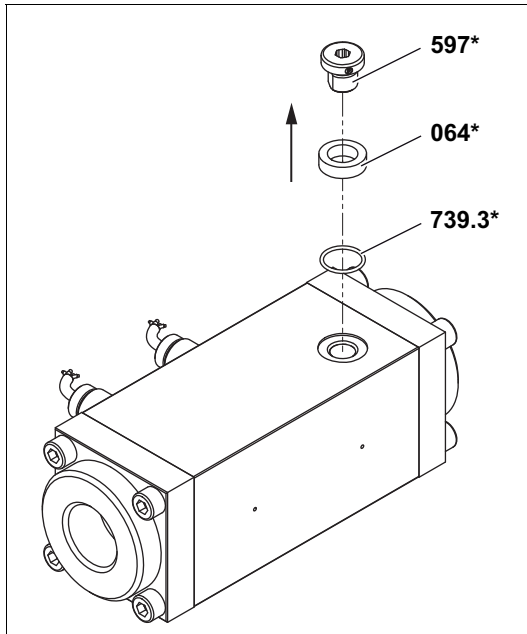

Fig. 1 Retirer la vis de fermeture
1. Enlever la vis de fermeture **597\***, voir Fig. 1, page 12.